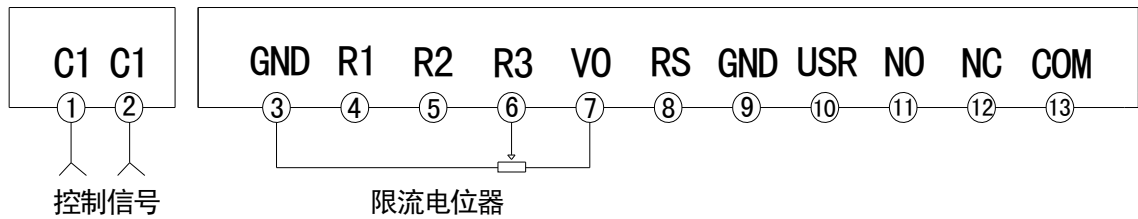

图 6: 限流功能接线图
参照图 6，调试步骤如下：
6) 在选型表中带“C”表示带限流及过流功能，是通过 SP1B 内置的电流互感器取样，进行电流变换，将额定的负载电流变换成 0-5VDC。若因为某种原因额定电流变换出来的 0-5VDC 会有较大偏差，会影响限流和过载报警的效果。这时参见图 6，首先将负载电流增大到额定最大，通过调整 SP1B 线路板上的反馈板上的满度电位器，使 SP1B 的+5VDC 测试点和 GND 间的输出直流电压为 5V，从而保证转换对应关系准确。
如图 6 接好后，开始运行时，如下进行过载保护电流值设定和运行选取过流报警值为最大负载电流的 1.5~2.5 倍。按选取好的过载报警值的 1/2 进行标定，具体步骤如下：